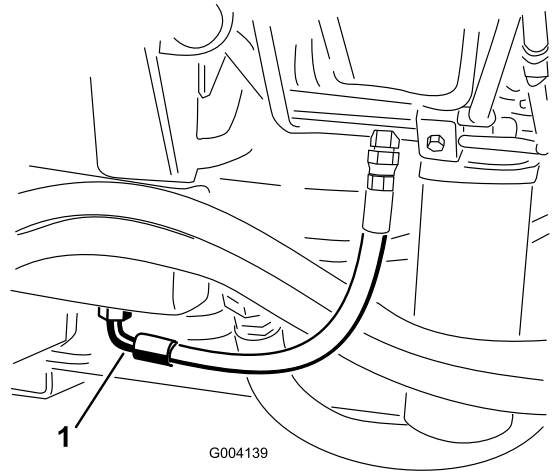

Bild 86
2. Stellen Sie eine große Auffangwanne unter das Anschlussstück, das unten am Behälter der Hydraulikflüssigkeit befestigt ist (Bild 86).